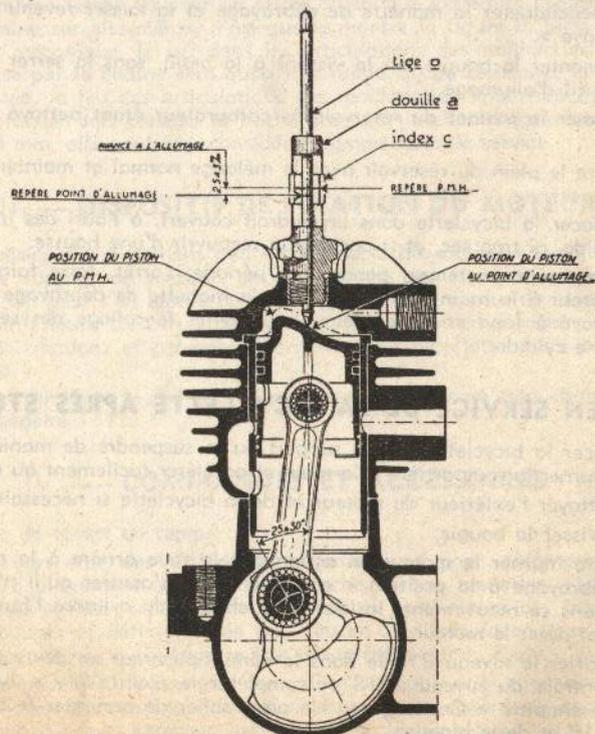

Fig. 10 - Réglage de l'avance à l'allumage pour volant dit, à droite, c'est-à-dire tournant dans le sens des aiguilles d'une montre.
c) Le calage du volant sur le vilebrequin doit être effectué de manière que l'ouverture des vis platinées (moment où les repères du rotor et du stator coïncident) ait lieu 27° ou 30° avant le point mort haut (avance à l'allumage) ; ce qui correspond à 2,5 à 2,7 mm sur la course du piston (voir fig. 10.)